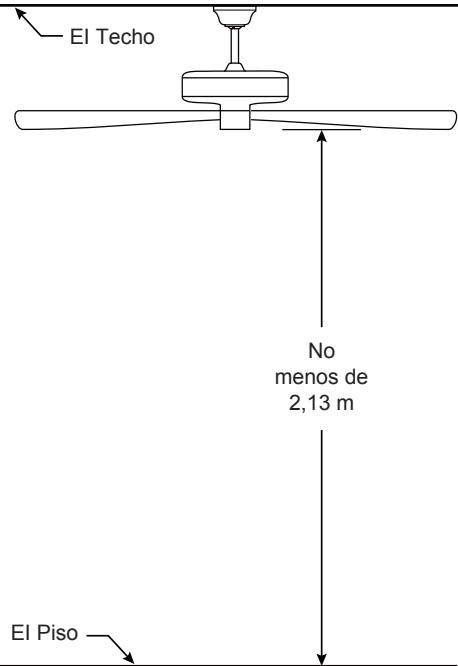

Figura 2
Uso de perfil profundo (Figura 2)
2. Retire el clip de horquilla y pasador de horquilla de la parte inferior de la bola para colgar. Retener el pasador y clip para la reinstalación en el paso 4. (Figura 2)
Debe colgar el ventilador a una distancia mínima de 2,13 m desde las aspas hasta el piso. (Figura 2)
1. Deslice el receptor en el soporte de suspensión antes de realizar el cableado como se muestra en la figura 2.